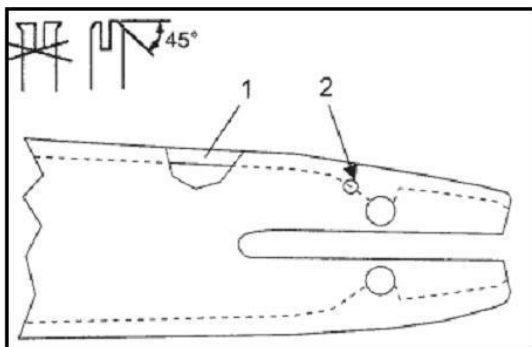

Fig. 26
- 1- Bien nettoyer les rainures du guide chaîne (voir 1 – Fig. 26) et l'orifice de lubrification (voir 2 – Fig. 26).